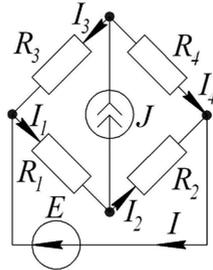

Рис. 18. Расчетная электрическая цепь к задаче 1
**Задача 1.** В заданной электрической цепи (рис. 18) известно, что  $I_1 = 4$  А,  $I_2 = 1$  А,  $I_4 = 2$  А. Определите  $J$ ,  $I$ ,  $I_3$ .